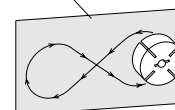

Abbildung 26 - Abschmirlen des Rotors
14. Feines Sandpapier (600 Körnung) auf einer flachen Oberfläche auflegen. Den Rotor viermal leicht mit einer "8er-Bewegung" abschmirlen (siehe Abbildung 26).